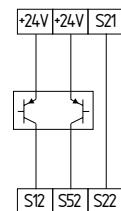

Abb. 13
**Zweikanalige Ansteuerung sicherheitsgerichteter elektronischer (Mikroprozessor-basierter) Schutzeinrichtung mit P-schaltenden Halbleiterausgängen, z.B. AOPD's, gemäß EN IEC 61496 (siehe Abb. 13)**